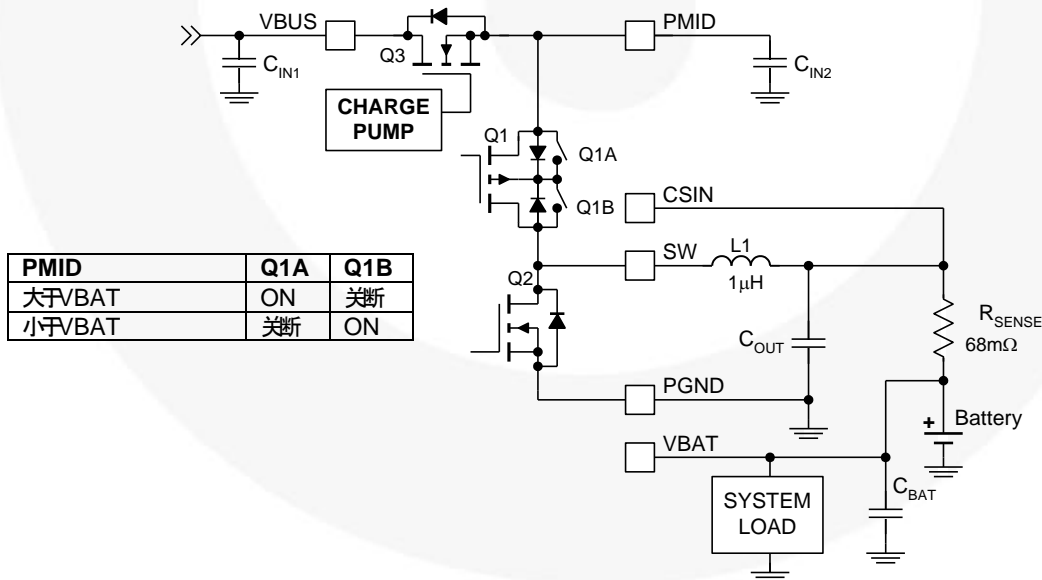

图3. 功率级
3. 6.3V额定值对于CMID而言足够了, 因为VBUS上的Q3为PMID提供过压浪涌保护。(图3).